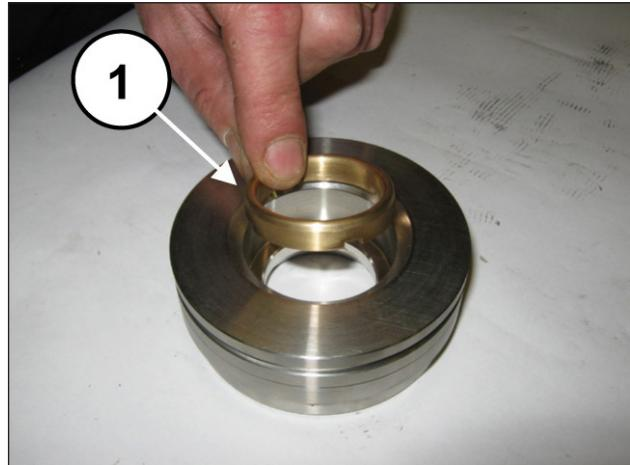
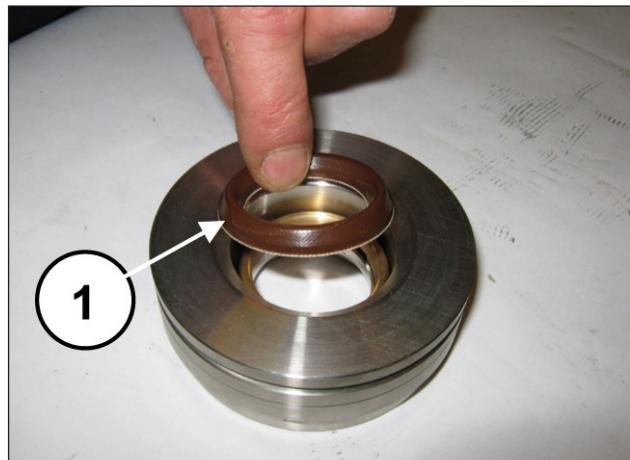
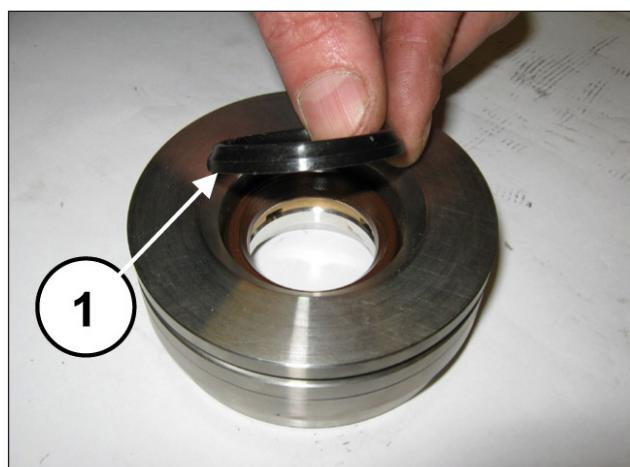

Abb. 178
Abb. 179
Abb. 180
Montieren Sie den Kopfring (Pos. ①, Abb. 178), die HD-Dichtung (Pos. ①, Abb. 179) und den Restop-Ring (Pos. ①, Abb. 180).